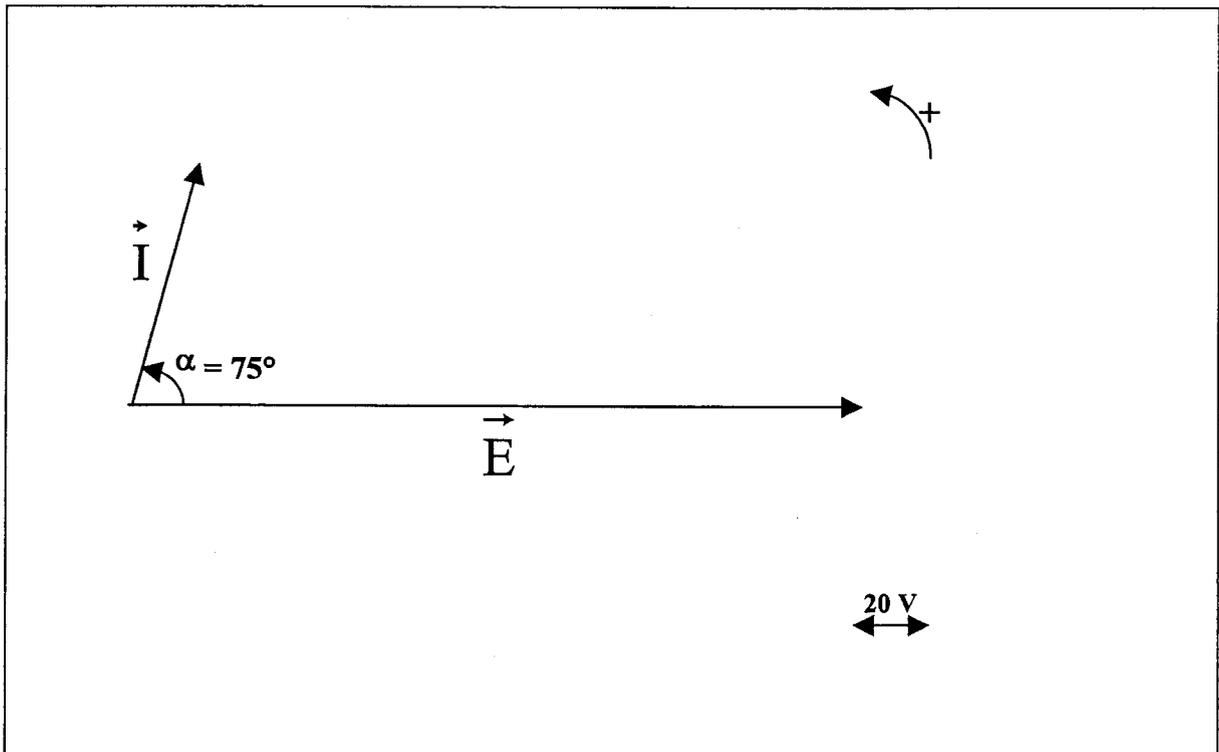

Figure 5
3. Compléter le diagramme de Fresnel sur la figure 5 du document réponse n°3 (page 9). On notera que la valeur de  $E$  est imposée.